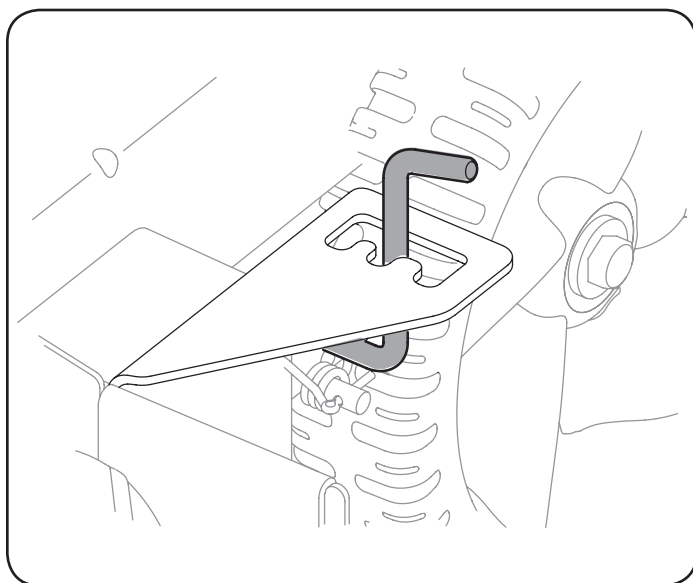

Figura 6
1. El ángulo de la cuchilla de la bordeadora se puede ajustar colocando el ajuste del biselado en una de tres posiciones de recorte. Vea la Figura 6.